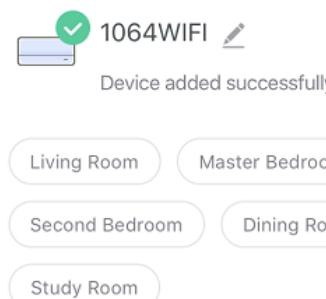

Fig.3
6. U kunt de naam van uw apparaat invoeren door op het potlood-logo ernaast te drukken en de locatie van uw apparaat te selecteren. Druk vervolgens op „Voltooid“ in de rechter bovenhoek. (Fig.3)